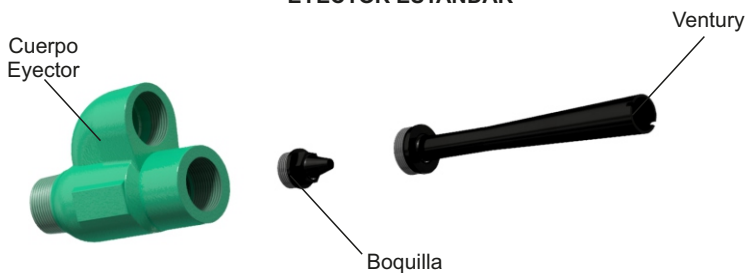
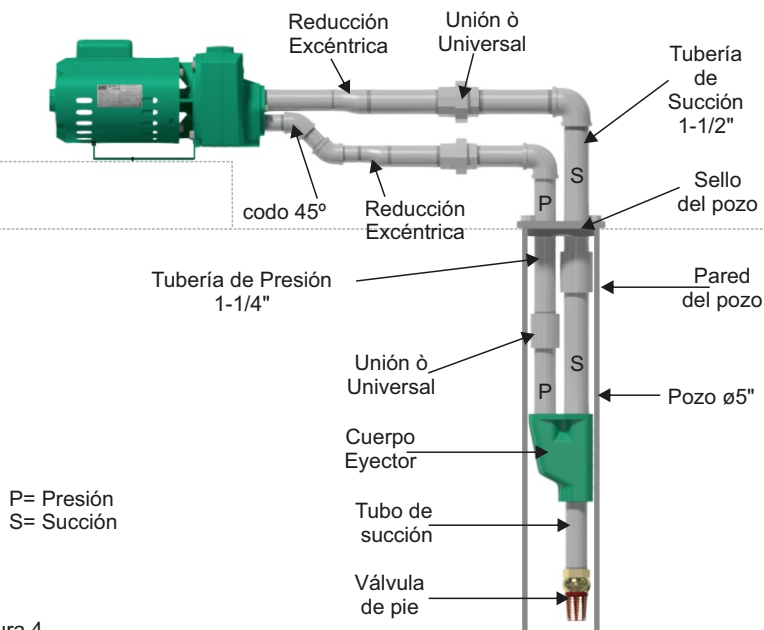
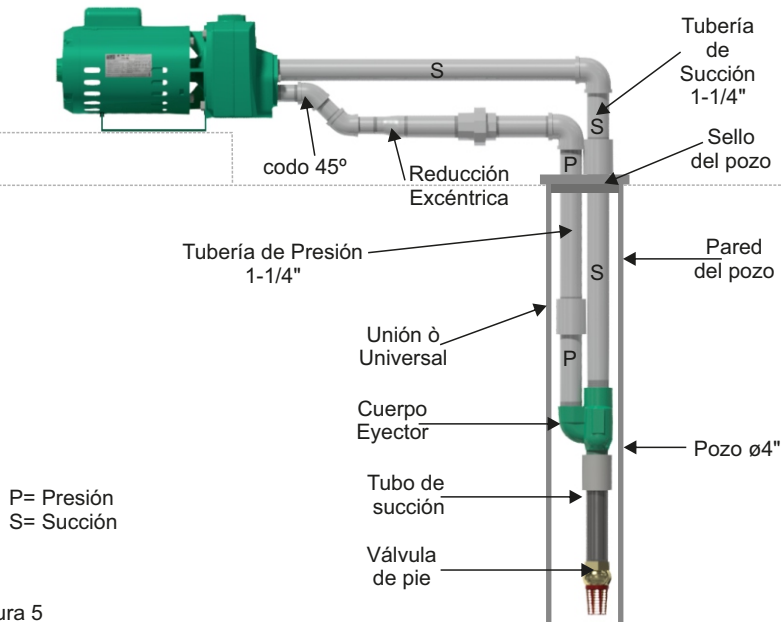

Figura 3
Figura 4
Figura 5
- Existen eyectores disponibles en 2 tipos: convertible, y estándar. El convertible (figura 2) es usado en pozos llanos atornillado directamente a la bomba, o en pozos profundos colocandolo dentro del pozo y conectandolo a la bomba por dos tuberías(figura 4). El estándar (figura 3) es utilizado únicamente en pozos profundos, con el eyector sumergido y conectado a la bomba por 2 tuberías (figura 5).